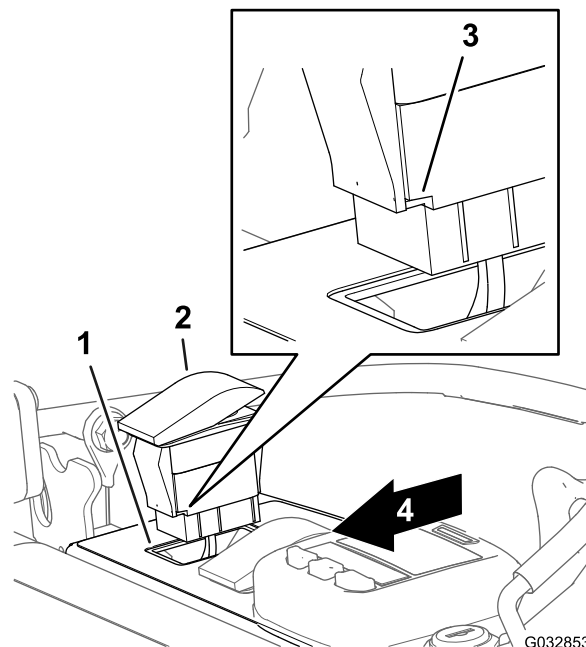

图14
4. 对准开关，使开关壳体的槽口朝向控制面板背面（图 14）。
5. 将开关插入控制面板的开口，直至牢固卡入面板（图 14）。